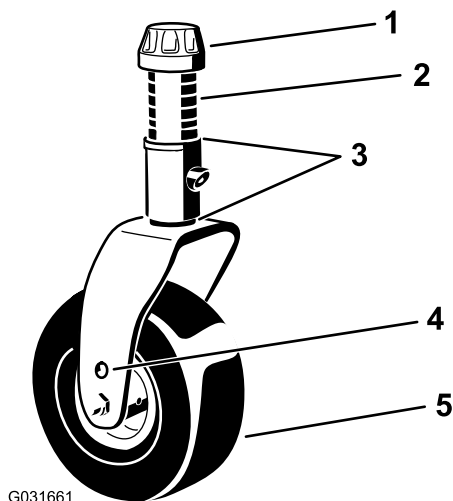

Рисунок 27
- Снимите колпачковую гайку с вала поворотного колеса и извлеките вал из рычага поворотного колеса (Рисунок 27).